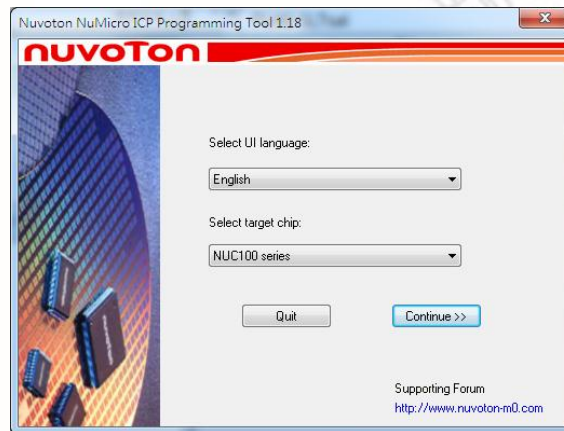

Figure 4-3 ICP Tool 的启动界面
Step 2: 打开 ICP Tool, 指定 **UI language** (界面语言) 和 **target chip** (目标芯片), 然后点击 **Continue**, 参见 Figure 4-3.